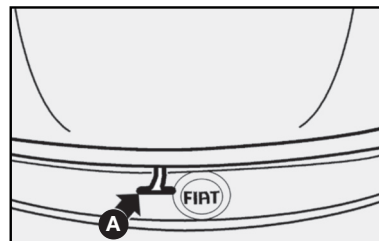

fig. 109
- 2) Levante la traba **A-fig. 109**;